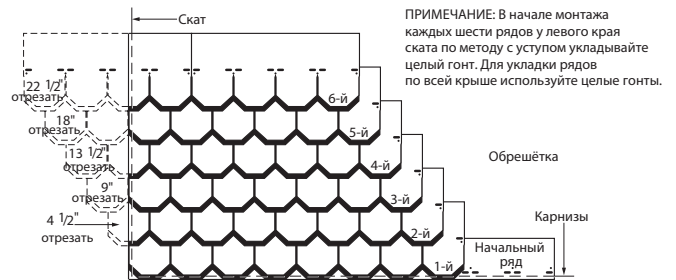

Рис. 16-15. Шесть вверх, на 11,4 см обрезка (гонт Carriage House).
- Вбейте гвозди в начальный полосовой гонт примерно на 3,8 см выше нижнего края таким образом, чтобы они были выровнены по центру под язычками гонта первого ряда. Продолжите укладку вдоль карнизов, используя целые гонты размером 25,4 x 91,4 см (Рис. 16-15).
1-й РЯД: Уложите целый гонт в левом нижнем углу крыши, расположив язычки вровень с начальным рядом (Рис. 16-15).